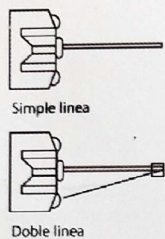

Figura 1
2. No sobrecargue. Para cargas de más de 1000LBS/1250LBS/1500LBS, recomendamos el uso de la opción de PELLUEY bloque a la doble línea de cable. (Figura 1)